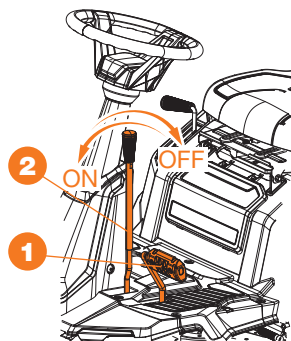

Рис. 11
- Выжмите педаль тормоза **1** (Рис. 11).
- Отключите привод режущих приспособлений, переведя рычаг **2** (Рис. 11) в положение «OFF».
- Включите привод режущих приспособлений, переведя рычаг **2** в положение «ON» (Рис. 11).
- Выключите привод режущих приспособлений, переведя рычаг ② в положение «OFF» (Рис. 11).
- Выжмите педаль тормоза ① (Рис. 11) до полной остановки машины.
- Отключите привод режущих приспособлений, переведя рычаг ② (Рис. 11) в положение «OFF». Дождитесь полной остановки вращения ножей.
- Отпустите педаль тормоза ① (Рис. 11) и аккуратно нажмите на педаль газа для начала движения назад.
- Включите привод режущих приспособлений, переведя рычаг ② (Рис. 11) в положение «ON».
- Отпустите педаль тормоза ① (Рис. 11) и аккуратно нажмите на педаль газа ① (Рис. 1) для начала движения назад.
- Снизьте скорость машины, отпустив педаль газа, а затем нажмите на педаль тормоза ① (Рис. 11) до полной остановки машины.
- Выжмите педаль тормоза ① (Рис. 11) до конца и включите рычаг стояночного тормоза ⑫ (Рис. 1) потянув его на себя. Для выключения рычага стояночного тормоза необходимо еще раз нажать на педаль тормоза ① (Рис. 11).